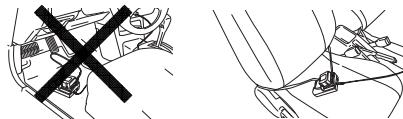

Fig. 12
- Coloque o carregador da bateria em posição no carro. Utilize a alça fornecida com o carregador da bateria para apertar o carregador da bateria na posição e evitar que se move inadvertidamente. (Consulte a Fig. 12)